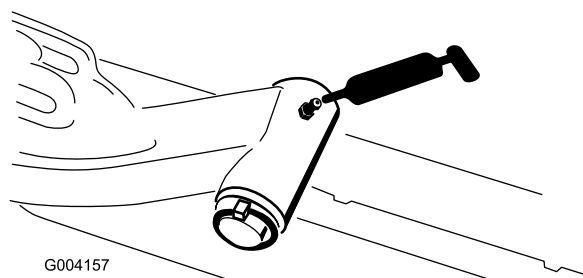

図 73
- 昇降アームのピボットシャフト各アームに1ヶ所 **図 73**